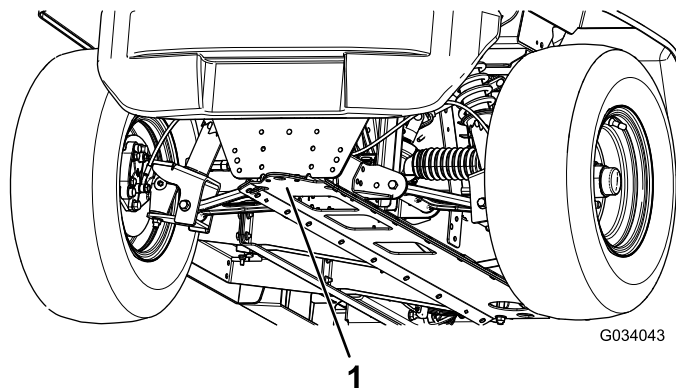

Рисунок 22
- Точка подъема в передней части автомобиля находится в передней части рамы позади сцепного устройства (Рисунок 22).